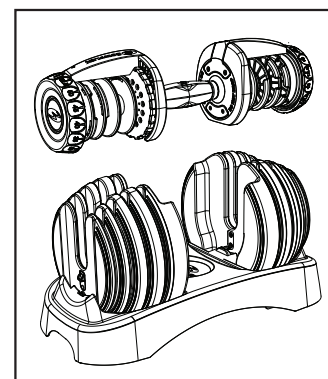

Figure 2
5. Avec les deux boutons de réglage réglés sur 5, tirez la poignée droit vers le haut depuis l'haltère. Ceci enlèvera la poignée de la base, laissant tous les disques debout dans la base (Fig. 2.). La poignée sans les disques représente le poids de démarrage de 5 lbs ou 2,27 kg.